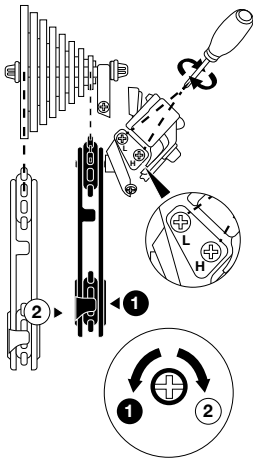

Figure 17. Réglage des butées de dérailleur
2. Le galet supérieur doit être aligné avec le pignon haut ou bas lorsque le dérailleur est en butée haute ou basse. Si le galet n'est pas aligné, il faut serrer ou desserrer la vis de butée pour obtenir le bon réglage (*Figure 17*).